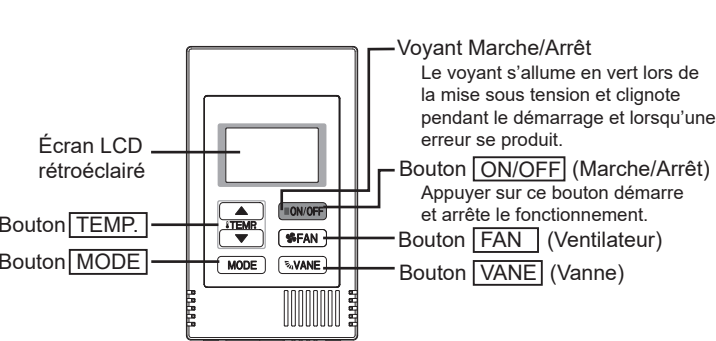

Fig. 7-8
- 7.3.2. Utilisation du contrôleur à distance simple MA (Fig. 7-8)**
- ① Avant d'effectuer un essai de fonctionnement, reportez-vous à la section "Essai de fonctionnement" du manuel d'installation de l'appareil intérieur.
- ② Lorsque vous appuyez simultanément sur les boutons [ON/OFF] et [TEMP. ▲] pendant deux secondes ou plus, l'appareil effectue un essai de fonctionnement.
- ③ Arrêtez l'essai de fonctionnement en appuyant sur le bouton [ON/OFF].
- ④ Si une erreur de code s'affiche sur la télécommande ou si le climatiseur ne fonctionne pas correctement, voir le manuel d'installation de l'appareil extérieur ou les autres documentations techniques.